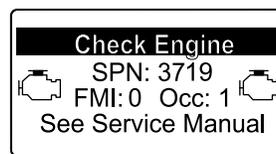

Рисунок 75
- Предупреждение о двигателе SPN 3719, FMI 0 (Рисунок 75)